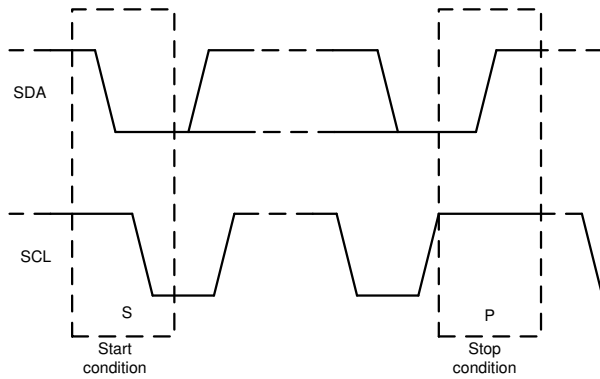

图 7-21. 启动和停止条件
1. 控制器通过产生启动条件来启动数据传输。启动条件是当 SCL 为高电平时在 SDA 线上发生从高到低的转换, 如图 7-21 所示。所有与 I2C 兼容的器件都会识别启动条件。
4. 为了用信号指示数据传输结束，控制器通过在 SCL 线处于高电平期间将 SDA 线从高电平拉低来产生停止条件，如图 7-21 所示。此操作将释放总线并停止与寻址的目标器件之间的通信链路。所有与 I2C 兼容的器件都会识别停止条件。在收到停止条件后，将释放总线，然后所有目标器件等待启动条件，接着是匹配的地址。